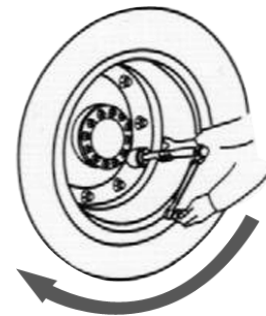

Fig.3 – Montagem da porca mais rapidamente/Montaje de la tuerca más rápidamente
1. Para montar a porca mais rapidamente, monte o soquete no prolongador com a manivela e gire a manivela no sentido horário conforme **fig. 3**;
1. *Para montar la tuerca más rápidamente, monte el soquete en el prolongador con la manivela y gire la manivela en el sentido horario de acuerdo a la fig. 3;*